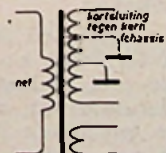

Fig. 3
11) Defecte voedingstransformator. Deze werd na ongeveer een half uur gloeiend heet. Toestel speelde overigens goed. Bij onderzoek bleek, dat de hoogspanningswikkeling (fig. 3) volledig sluiting met de kern vertoonde. De beste oplossing leek mij in eerste instantie de transformator geïsoleerd van chassis op te stellen.